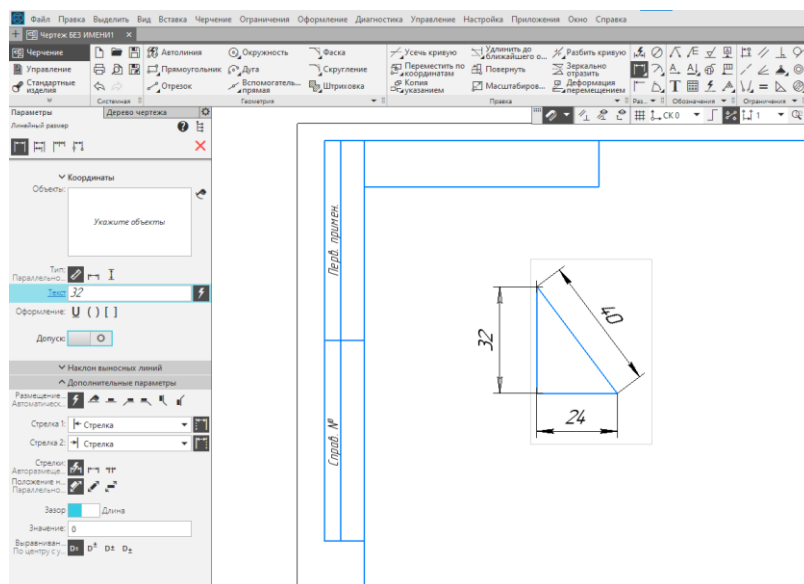

Рисунок 2.4– Прямоугольный треугольник
Указываем начальную точку на графической области на поверхности чертежа (для этого кликаем туда левую клавишу мыши (далее – ЛМК)), в координаты вводим длину (32)\* и угол (270), стиль оставляем стандартным (основная), нажимаем «Enter» - получаем отрезок. Далее наводим курсор на нижний конец отрезка, благодаря привязкам его легко выделить, кликаем ЛМК, вводим параметры следующего отрезка - длина 24, угол 0, нажимаем «Enter». Соединяем отрезки. Остается проставить размеры. Для этого используем «Линейный размер» во вкладке Размеры (снимаем галочку с допусков, так как на данном этапе работы они не нужны) (рисунок 2.4)